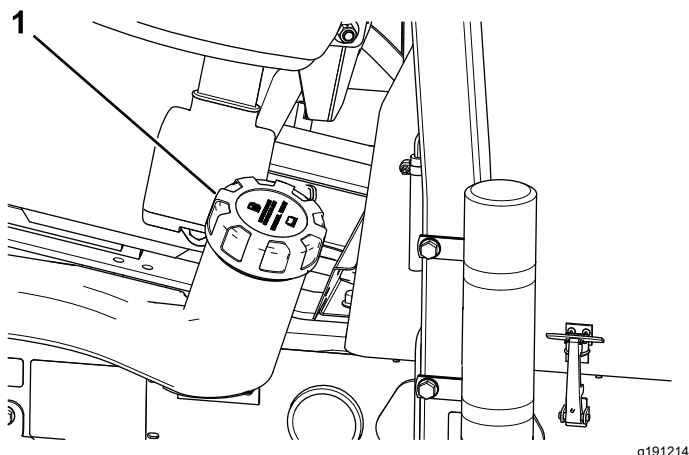

Figura 31
2. Limpe a zona em torno da tampa do depósito de combustível (Figura 31).